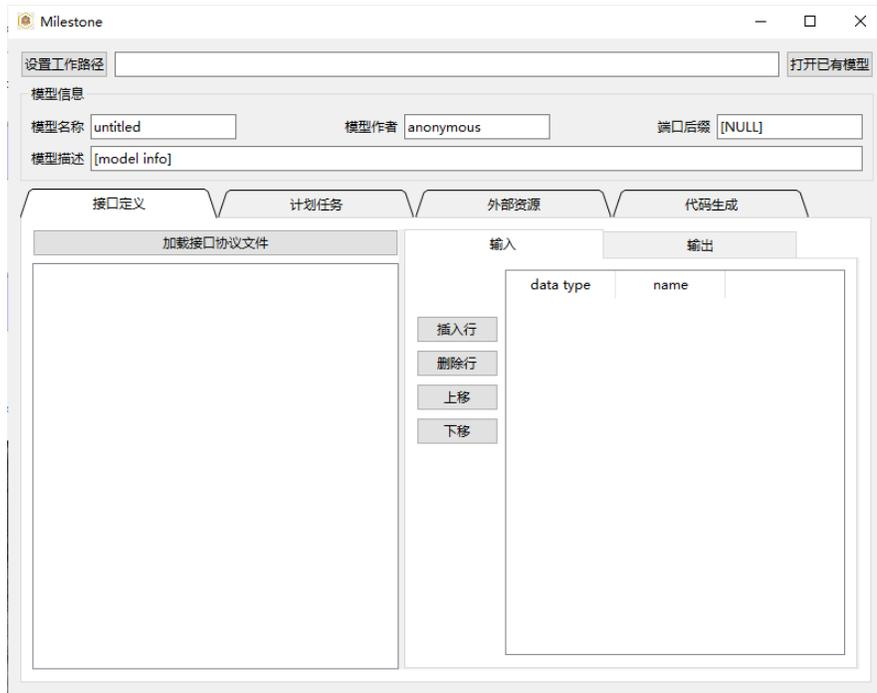

图 3.2: Milestone 主界面
- 点击 “Build model”，打开 Milestone 工具主界面，如图 3.2。